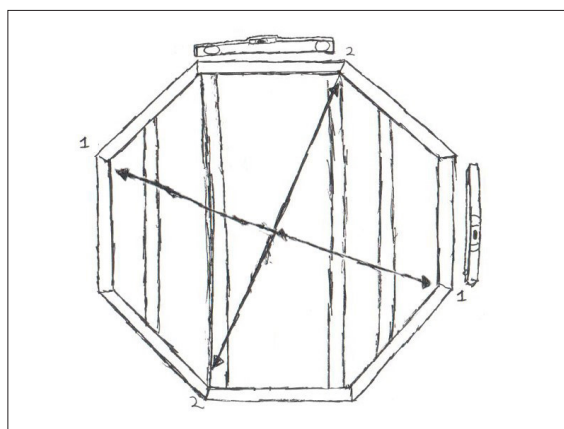

Fig. 1. Diagonalmål: Mål 1 til 1 og mål 2 til 2 skal være ens. Brug et vaterpas.
**OBS:** Kontroller diagonalmålene og juster sokkelrammen om nødvendigt. Kun hvis de diagonale mål er fuldstændigt ens, kan du fortsætte montagen (fig. 1).